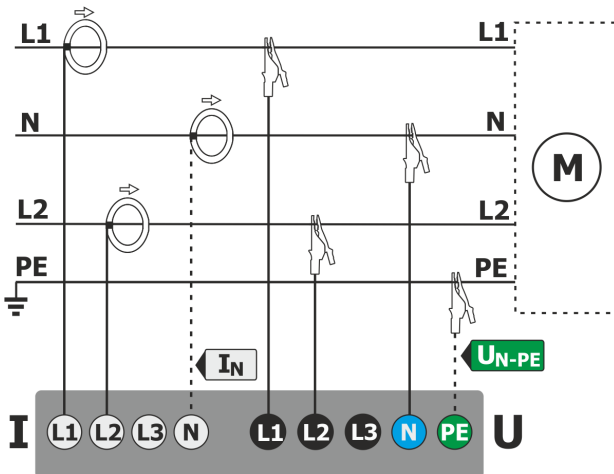

Fig. 52. Esquema de conexión – sistema bifásico.
- bifásica (con bobinado dividido del transformador llamado en inglés *split phase*) (Fig. 52),